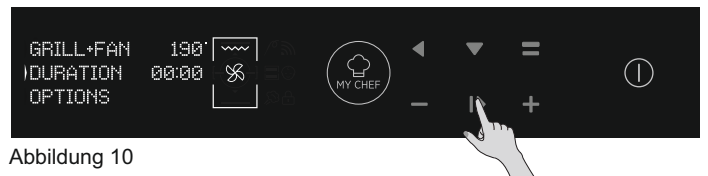

Abbildung 10
- Drücken Sie NACH UNTEN, um die Garzeit zu ändern. Dies geschieht durch Drücken der PLUS- und MINUS-Tasten während der Pfeil auf dem Display auf dem Menüpunkt DAUER steht. Drücken Sie auf OK, um den Garvorgang zu starten, oder auf BACK, um zu den Temperatureinstellungen zurückzugehen. (Abbildung 10)